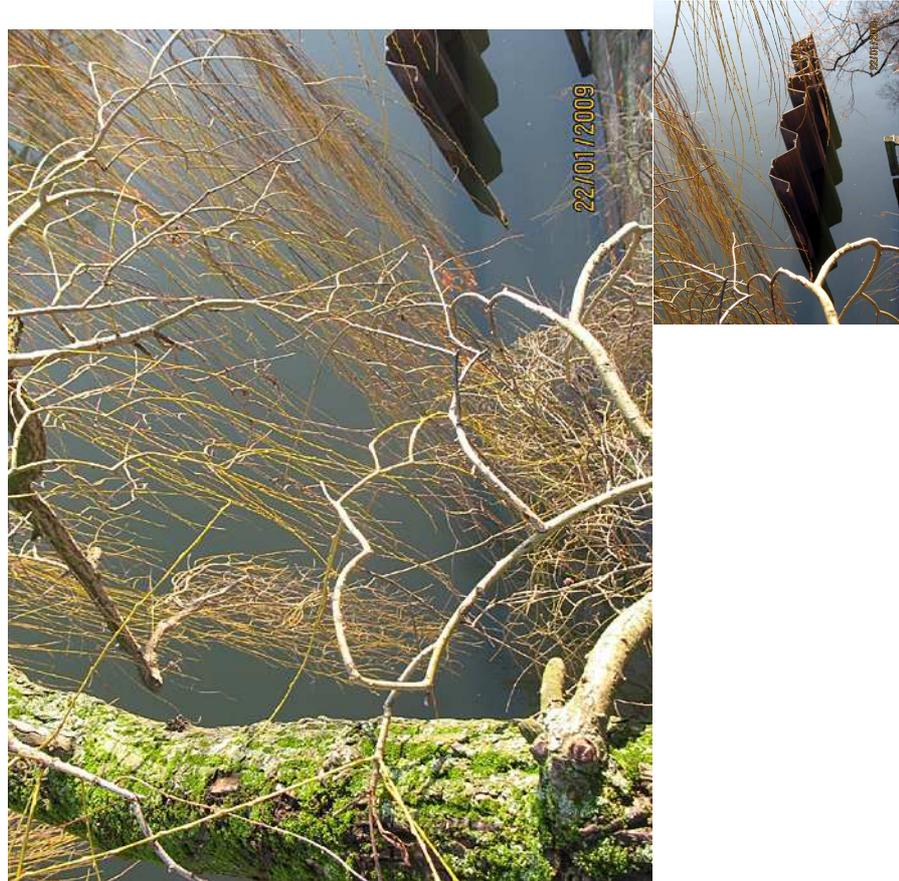

Abb.4: Starkast Nr.2 in 9,1m Höhe, am oberen Bildrand und rechts ist die Startbohlenreihe erkennbar.
- **Die Äste Nr.2** (Höhe 9,10m, Durchmesser 15,9cm) und **Nr.3** (Höhe 9,50m, Durchmesser 20,4cm) sind ebenfalls bedeutende, verzweigte Starkäste (vgl. *Abb.4+5*).